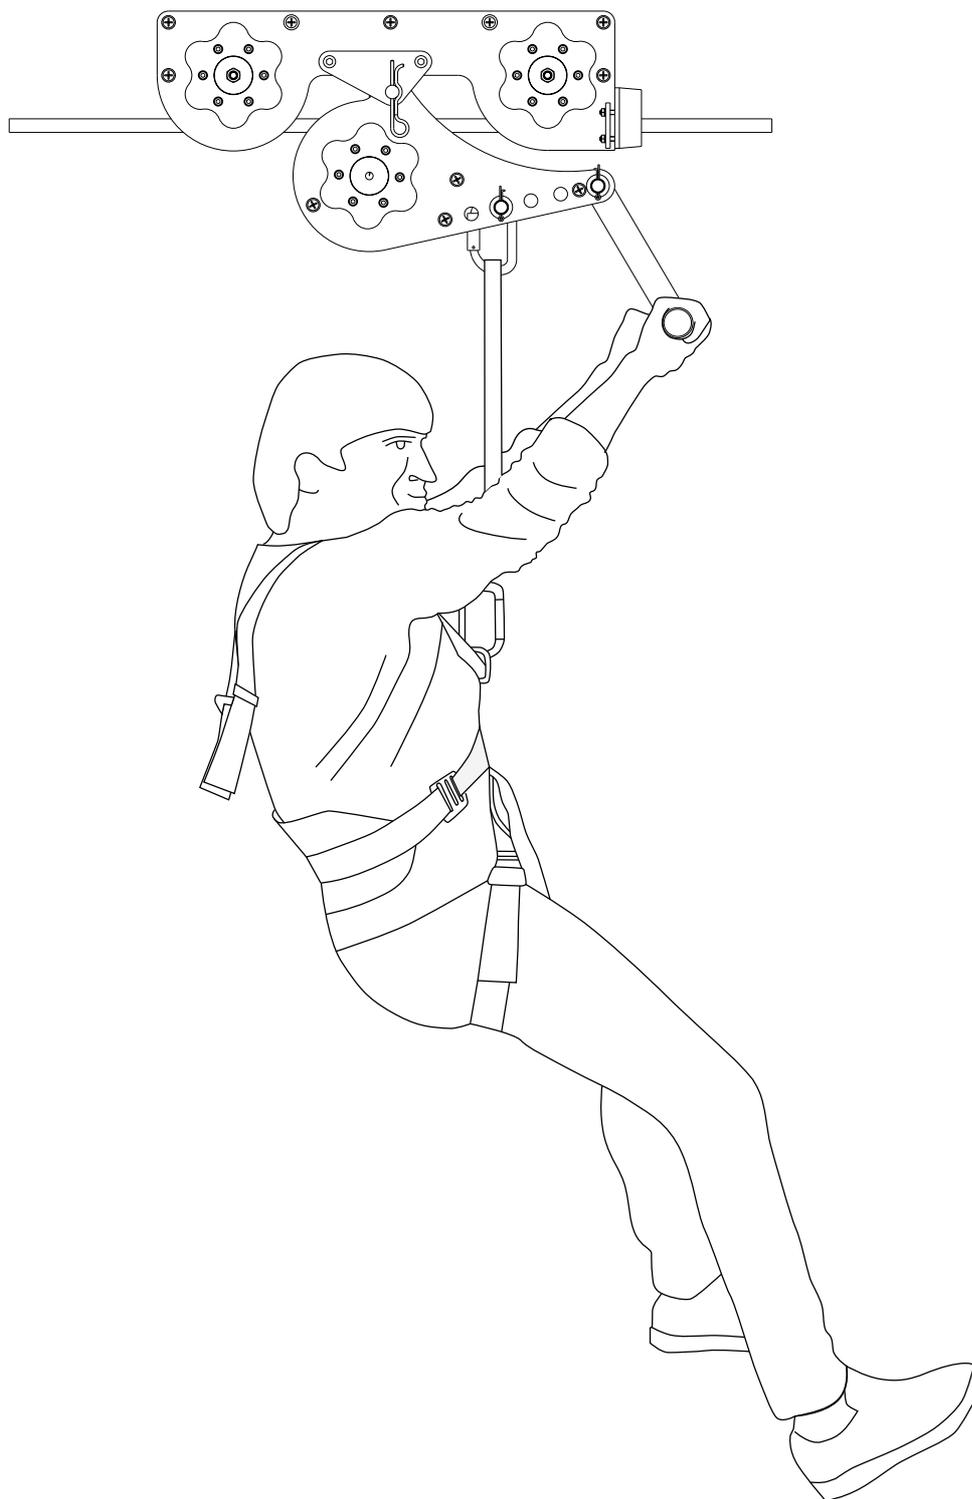

Рис. 9: Закрепить подвеску на каретке.
4. Закрепить подвеску на каретке - рис. 9;